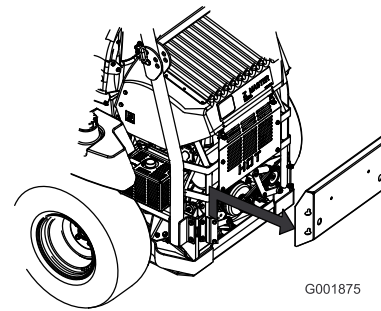

Bild 61
3. Entfernen Sie die hintere Motorverkleidung (Bild 61).